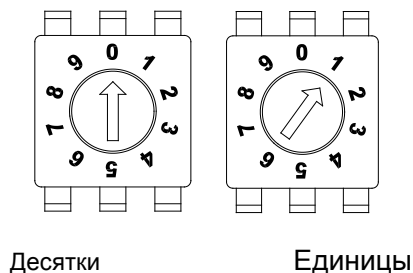

Рис.3.2.4.1. Установка протокола и скорости передачи
**ВНИМАНИЕ:** Для того чтобы обеспечить правильные установки переключателя, цифра «0» должна находиться наверху, как показано на рис.3.2.4.1.